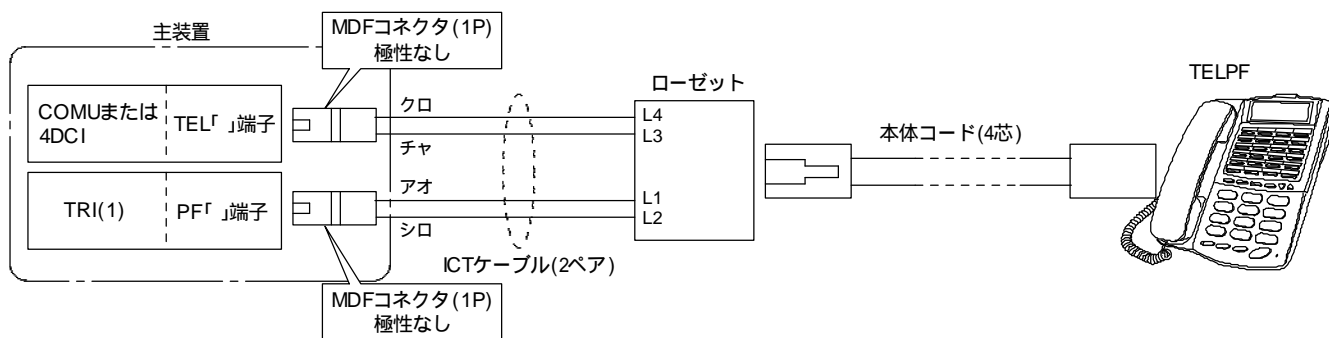

図10.4-1 TELPFの接続系統図
標準電話機と同様にDCIに接続する以外に、停電時にアナログ外線と接続できるよう、ET-TRI (1) -iZ/Sの「PF端子」にも接続を行います。接続系統図を図10.4-1に示します。